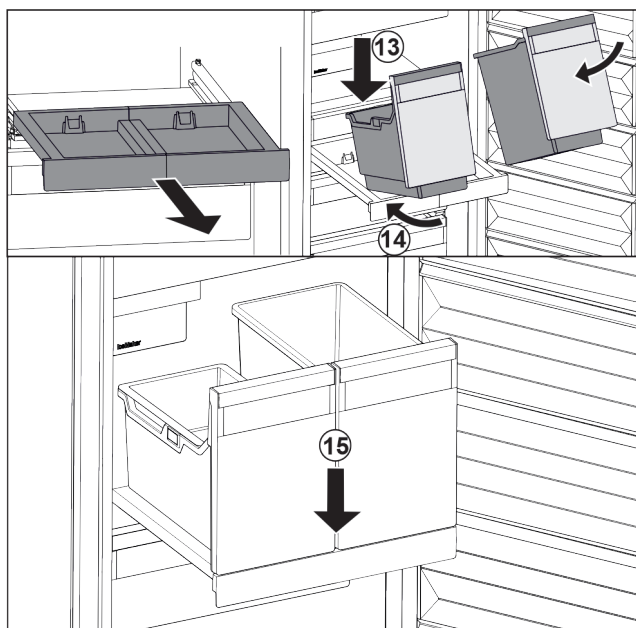

Fig. 24
- ▶ Stavite spremnik ukoso na izvlačnu ploču. Fig. 24 (13)
- ▶ Gurnite spremnik ukoso prema natrag. Fig. 24 (14)
- ▶ Spustite spremnik naprijed. Fig. 24 (15)